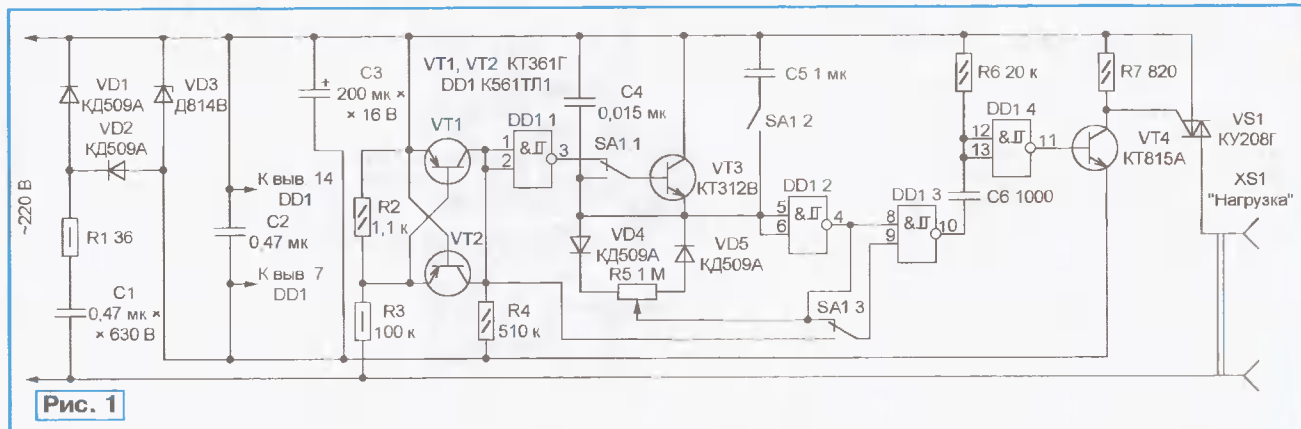

Рис. 1
**К. СМОЛЯКОВУ** из Нижнего Новгорода, взявшемуся за повторение регуляторов по описанию в [1], удалось объединить в одном устройстве два и создать прибор, способный регулировать подаваемую в нагрузку мощность как путем изменения числа "активных" полупериодов сетевого напряжения, так и фазоимпульсным методом. В его регуляторе, собранном по схеме на рис. 1, всего одна микросхема DD1. Режим работы изменяют переключателем SA1 с тремя группами контактов (использован переключатель диапазонов от портативного транзисторного приемника). Узел питания (диоды VD1, VD2, стабилизатор VD3), формирователь "нулевых" импульсов (транзисторы VT1, VT2), выходной узел (дифференцирующая цепь C6R6, элемент DD1.4, транзистор VT4, симистор VS1) остались такими же, как в прототипе.